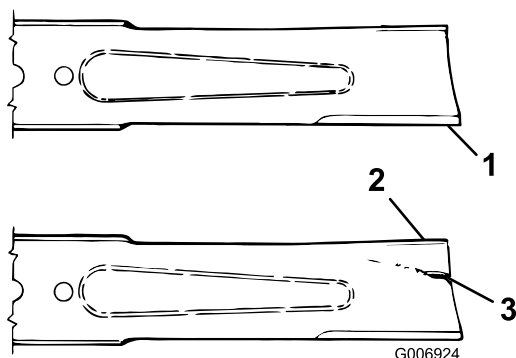

Figure 60
- Examinez attentivement les tranchants de la lame, particulièrement au point de rencontre de la partie plane et de l'ailette (Figure 60). Le sable et les matières abrasives peuvent éroder le métal à cet endroit, c'est pourquoi il est important de contrôler l'état de la lame avant d'utiliser la machine. Remplacez la lame si elle est usée (Figure 60) ; voir Dépose de la lame.
Si la lame est trop usée, une entaille se forme entre la partie relevée et la partie plane (Figure 60). La lame peut alors se briser et un morceau être projeté du dessous de la machine, vous blessant gravement ou une personne à proximité.